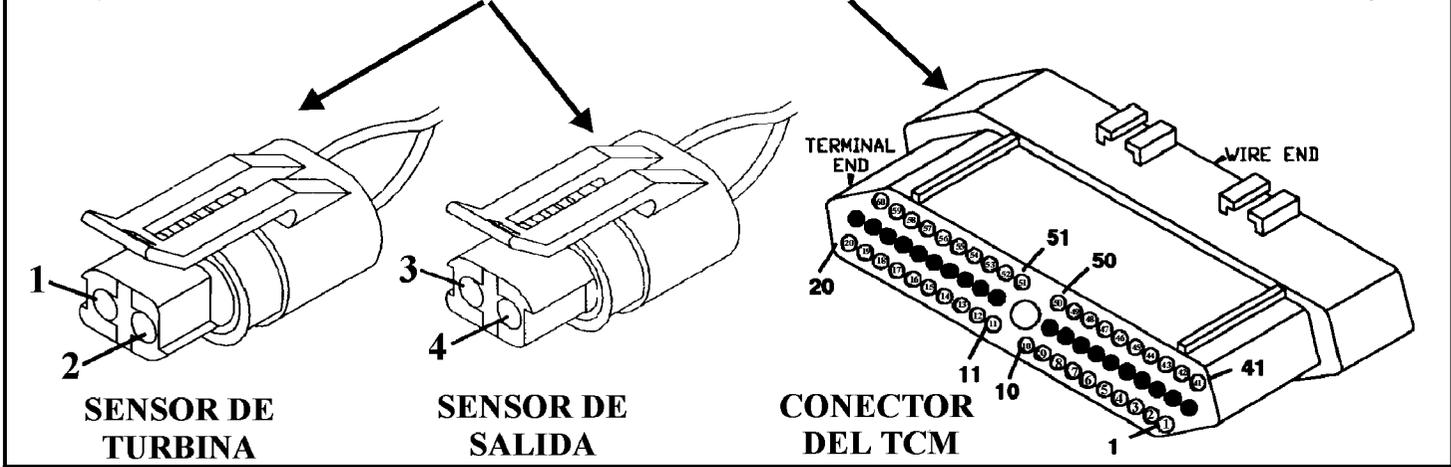

Figura 61
- Si se observa un abierto, use la figura 61 para realizar pruebas de continuidad a cada uno de los alambres y haga las reparaciones necesarias. De haber buena continuidad, revise las cavidades del conector. De resultar malo su número de parte es 4419478. Para controlar el conector del TCM vea la pagina 25. Si los conectores están buenos,